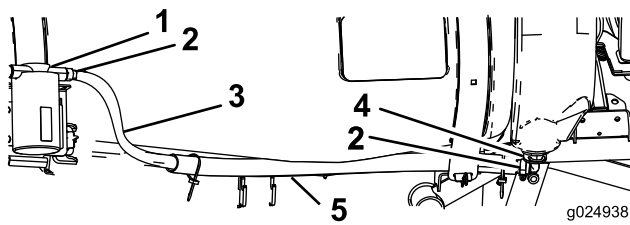

Bild 32
1. Verlegen Sie den Spülbehälterschlauch zwischen dem vorderen Behälterriemen und der Seite des Behälters (Bild 32).
2. Schließen Sie das Ende des Schlauchs mit einer Schlauchklemme an die untere Schlauchzahnung an der Spülpumpe an (Bild 32).